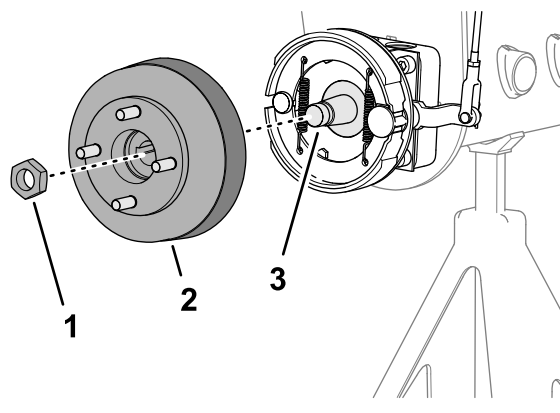
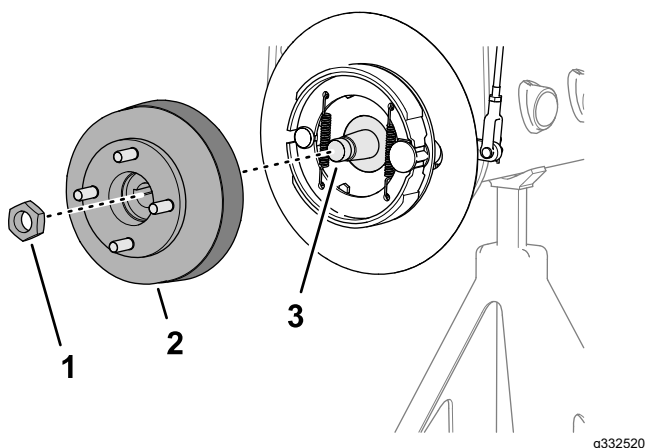

Figura 75
Figura 76
1. Rimuovete il dado di bloccaggio che fissa il mozzo all'albero motore della ruota (Figura 75 o Figura 76).
4. Utilizzate l'estrattore del mozzo delle ruote specificato per rimuovere il mozzo della ruota e il tamburo del freno dall'albero motore della ruota (Figura 75 o Figura 76).